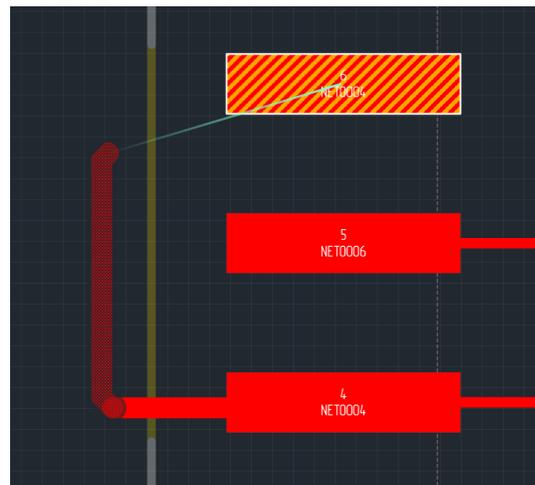

Рис. 229 Начало размещения трека
3. Выберите точку для начала размещения трека и нажмите левую кнопку мыши, размещение трека начнется с указанной точки. При этом отключится отображение всех линий соединения, кроме той, что показывает место окончания трека. Место окончания трека контактная площадка и сама линия связи будут дополнительно подсвечены, см. Рис. 229.